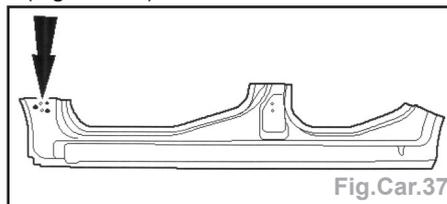

Fig.Car.37
- Réaliser le perçage (flèche) afin de souder par bouchonnage au Ø 10 mm (Fig. Car.37).